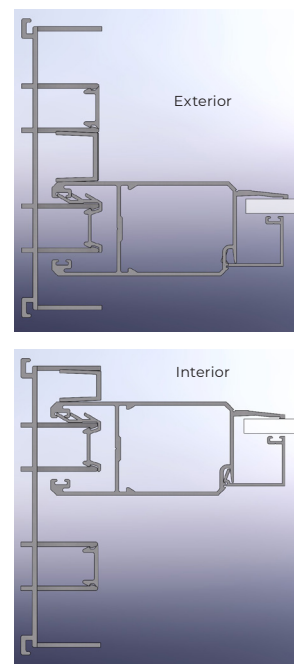

Figura 38
- **Nota:** Asegúrese de que las "aletas" del sujetador estén orientadas hacia el interior de la vivienda. (Consulte la figura 38).